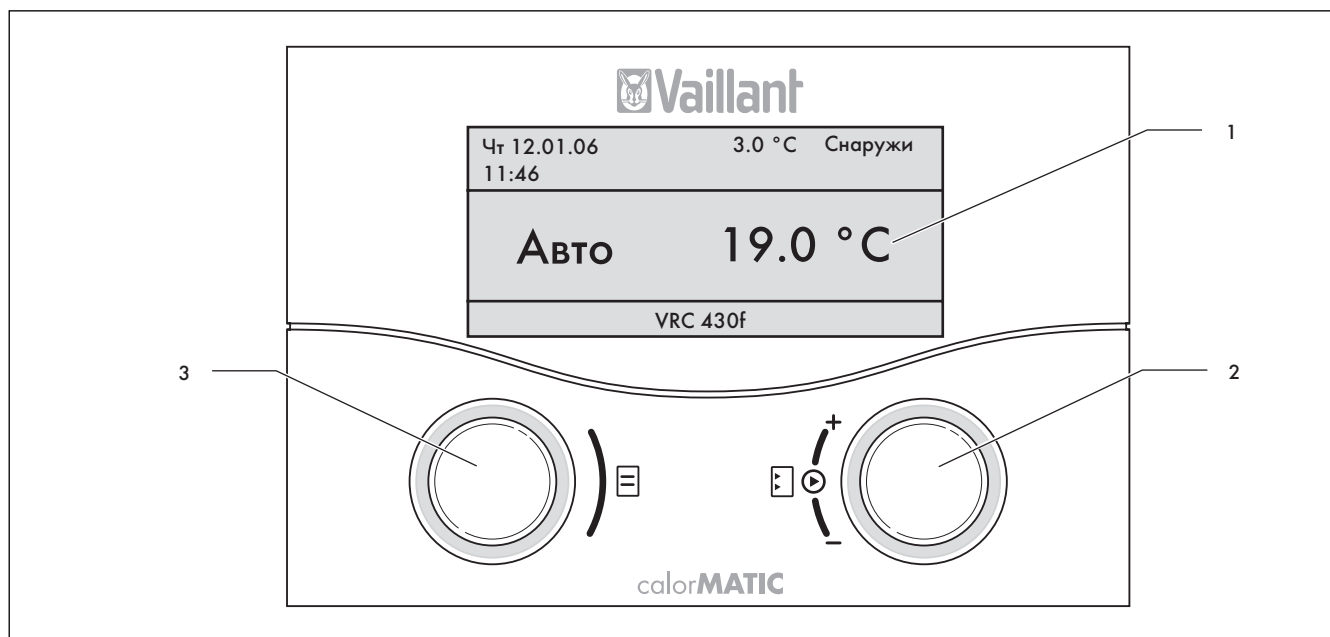

Рис. 4.1 Обзор панели управления и индикации
Рисунок 4.1 показывает на дисплее упрощенный режим основной индикации. Упрощенный режим индикации предоставляет следующую информацию:
- упрощенный режим основной индикации (рис. 4.1)
Оба задатчика (рис. 4.1 поз. **2** и **3**) работают по принципу Vaillant "Поверни и нажми".